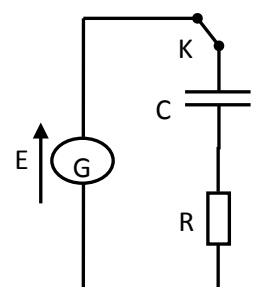

Figure 2
Afin d'étudier expérimentalement la réponse d'un circuit RC à un échelon de tension, on réalise le circuit de la figure 2 qui comporte :
b. En exploitant les courbes de la figure 2, déterminer la fém. E du générateur et la constante de temps τ du circuit. En déduire la valeur de R_1 .